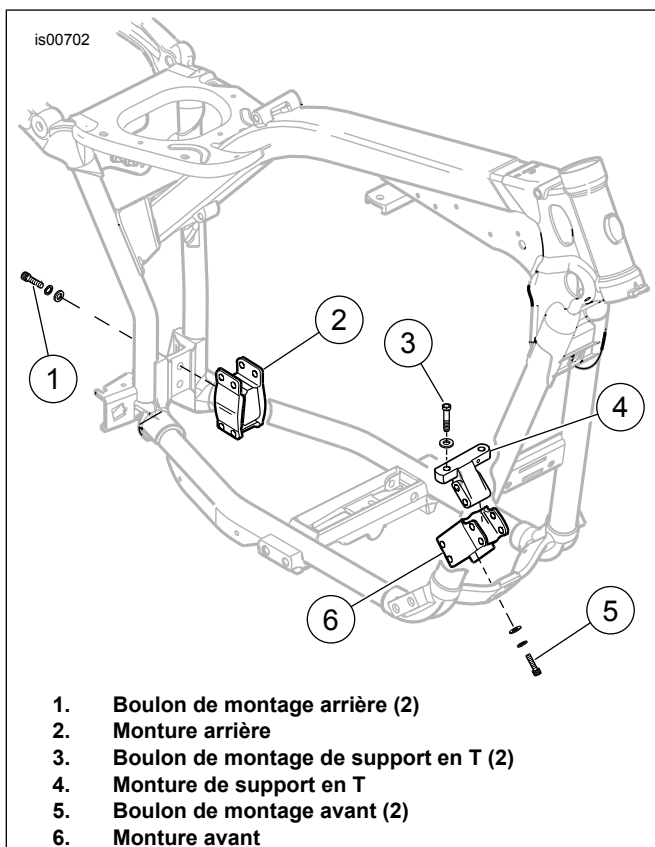

Figure 10. Alignement du véhicule
2. Voir la Figure 10. Desserrer les deux boulons de montage avant (5) et les deux boulons de montage arrière (1).
6. Voir la Figure 10. Desserrer les deux boulons (3) de dessus du support en T (4).